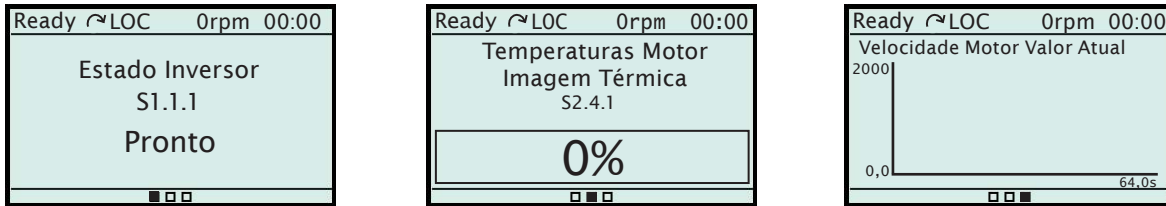

Figura 4.12: Visualização em (a) texto, (b) barra e (c) gráfico
- **Tela cheia:** Abrange toda uma tela principal e permite a exibição de variáveis de leitura no formato **texto**, **barra** ou **gráfico**. A Figura 4.12 na página 78 apresenta um exemplo com os 3 formatos.